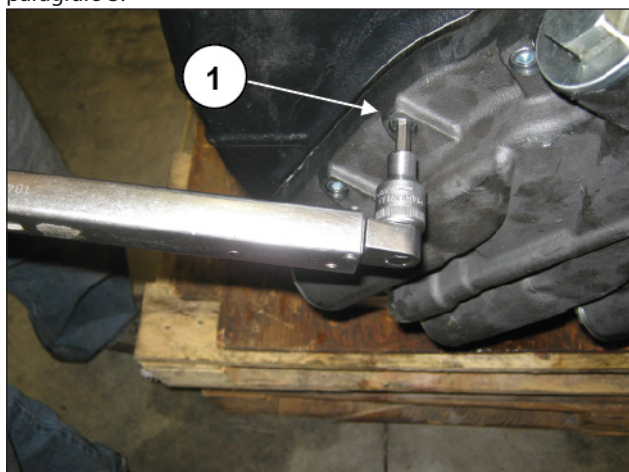

Fig. 128
Serrare il corpo pompa olio mediante le viti M8 (pos. ①, Fig. 128) e tararle con chiave dinamometrica come indicato nel paragrafo 3.